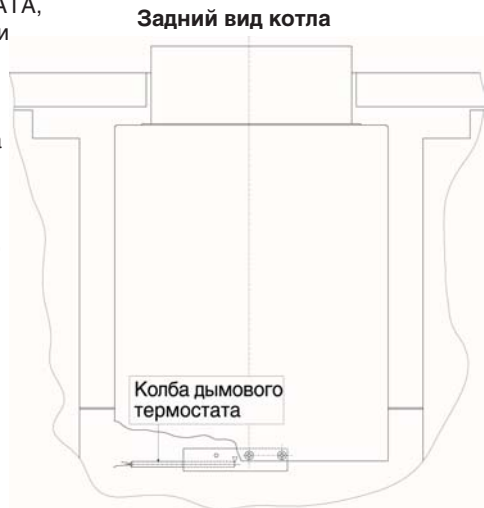

Рис. 4
- В случае замены ДЫМОВОГО ТЕРМОСТАТА, необходимо использовать запасные части завода-изготовителя. При замене рекомендуется тщательно выполнить электрические соединения; для правильного монтажа датчика термостата см. рис. 4. **ИСКЛЮЧЕНИЕ ТЕРМОСТАТА ИЗ ЭЛЕКТРИЧЕСКОЙ СХЕМЫ НЕ ДОПУСКАЕТСЯ.** В случае частого срабатывания дымового термостата вызывайте сервисную службу.